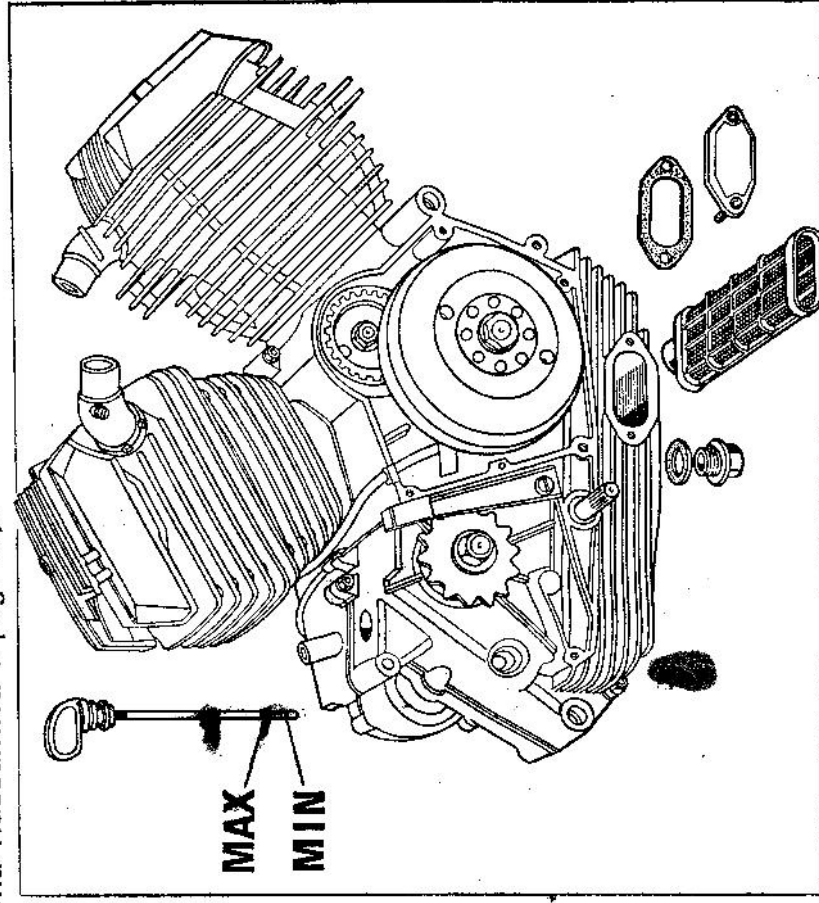

Fig. 4
- 1 - Togliere il tappo sotto il motore (fig. 4) e curare che venga scaricata la maggiore quantità d'olio possibile.
- 2 - Chiudere accuratamente il tappo, togliere l'asta di livello olio (fig. 4) e versare litri 2,5 di olio Castrol GTX2 o Castrol RS (vedi pag. 1).
- 1 - Togliere il coperchietto laterale (fig. 4).